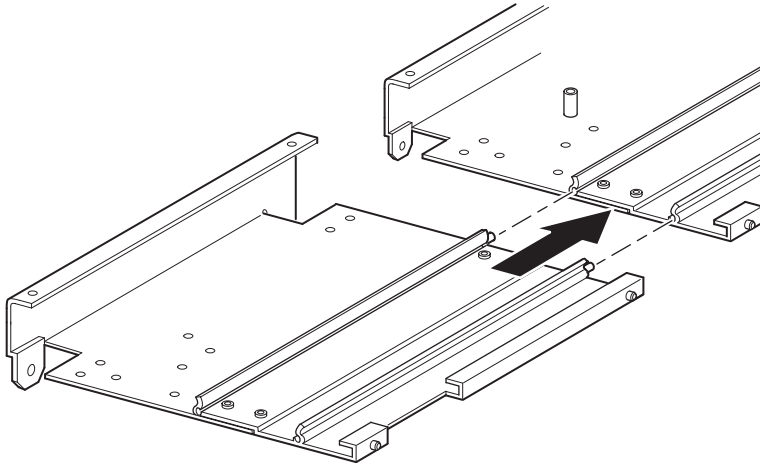

Figura 2-17: Montaje de una extensión de 5 ó 10 U
9. Monte una extensión de 5 U o de 10 U de la manera siguiente (consulte la Figura 2-17):